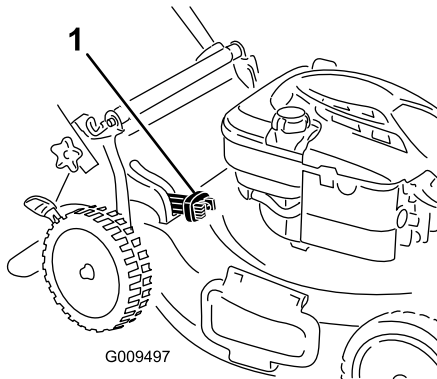

Bild 22
- Zum Sammeln des Schnittguts und Laubs drücken Sie die Taste am Hebel für den zuschaltbaren Fangkorb und bewegen den Hebel nach vorne, bis die Taste am Hebel herauspringt (Bild 22).